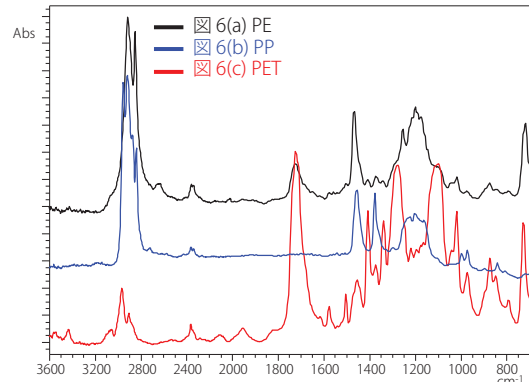

図 7 図 6(a) ~ (c) のエリアで代表的な赤外スペクトル
このマイクロプラスチックは、ポリエチレン (PE)、ポリプロピレン (PP)、ポリエチレンテレフタレート (PET) と判別されました。図 6(a) ~ (c) は、各成分に特徴的なピーク (PE : 718 cm^{-1} (CH_2 面外変角振動)、PP : 2839 cm^{-1} (CH_2 伸縮振動)、PET : 1724 cm^{-1} ($\text{C}=\text{O}$ 伸縮振動)) の補正高さ値 (ベースラインからのピーク高さ) を用いて色づけをした結果です。赤色は成分が多い箇所、青色は少ない箇所を示します。図 6(a) ~ (c) のエリアで代表的な赤外スペクトルを図 7 に示します。